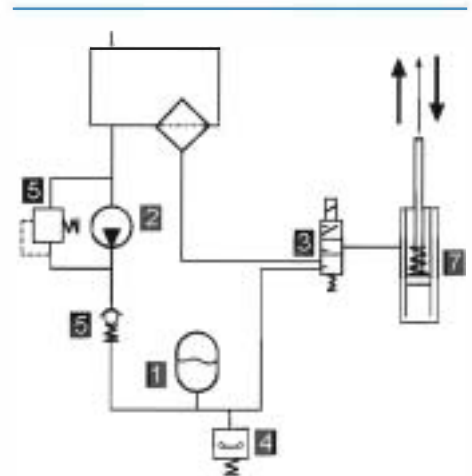

Figure 2.11 • Schéma hydraulique de l'embrayage piloté (document Renault).
■ Quel est le principe de fonctionnement des éléments de puissance (figure 2.11) ?